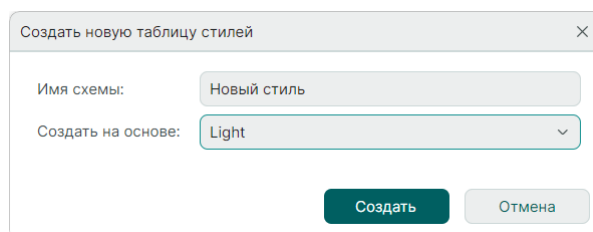

Рис. 137 Создание цветовой схемы
4. Нажмите «Создать», см. Рис. 137.